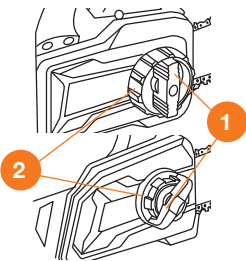

Рис. 3
- Открутите винт фиксации крышки **1** против часовой стрелки и снимите боковую крышку (Рис. 3).
- Установите боковую крышку и закрепите ее, закрутив винт **1** (Рис. 3).
- Ослабьте крепежный винт крышки **1** (Рис. 3).
- Отрегулируйте натяжение цепи, поворотом натяжителя цепи **2** (Рис. 3). Цепь пилы правильно натянута, если ее можно поднять примерно на 2 мм в середине рельса.
- Затяните винт крышки **1**, придерживая винт натяжения **2**, чтобы не сбить регулировку натяжения цепи (Рис. 3).